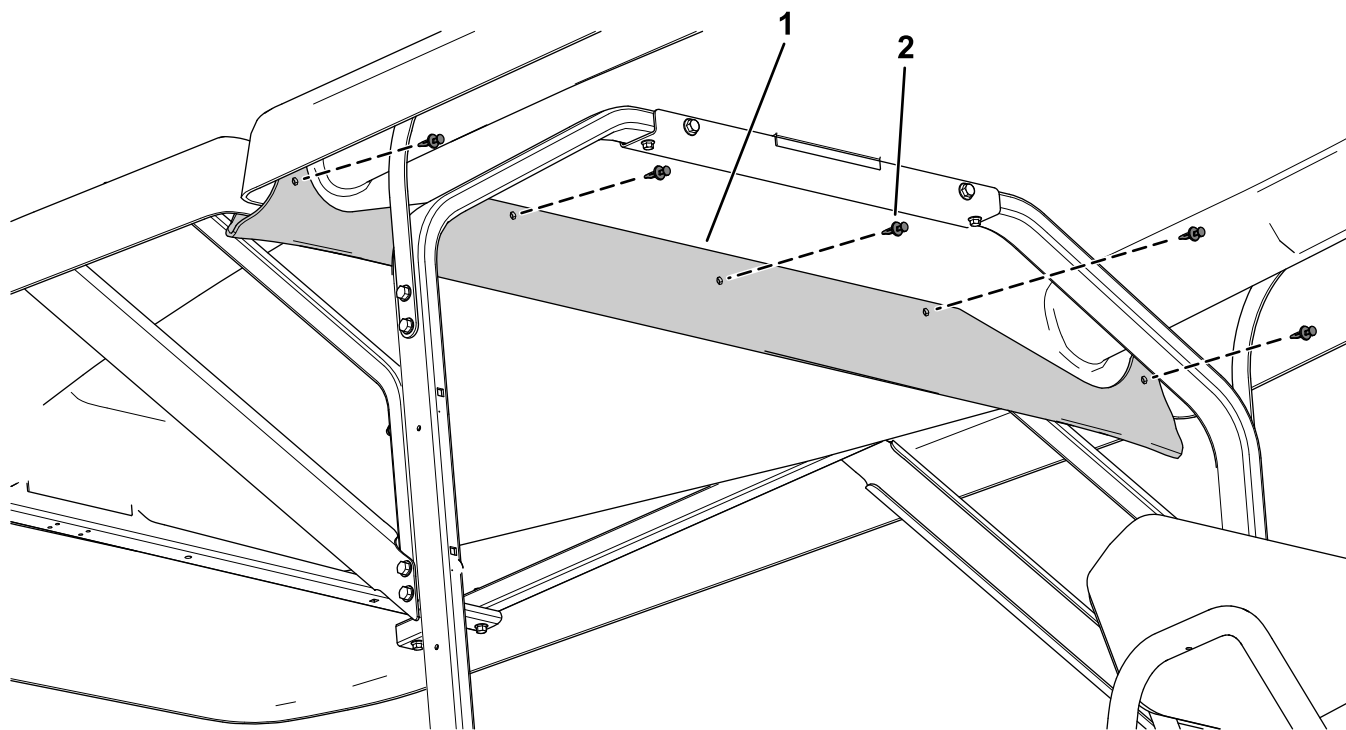

Figura 10
3. Fissate la grondaia al lato del tettuccio anteriore utilizzando 5 rivetti di plastica (Figura 10).